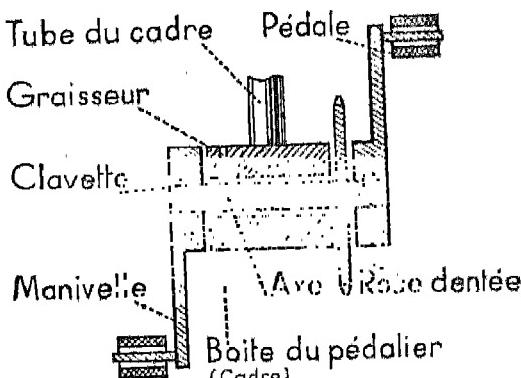

Fig. 5. — Pédalier de bicyclette (coupe).
a) Le pédalier comprend un axe parfaitement ajusté dans la boîte cylindrique creuse qui fait partie du cadre (fig. 5).